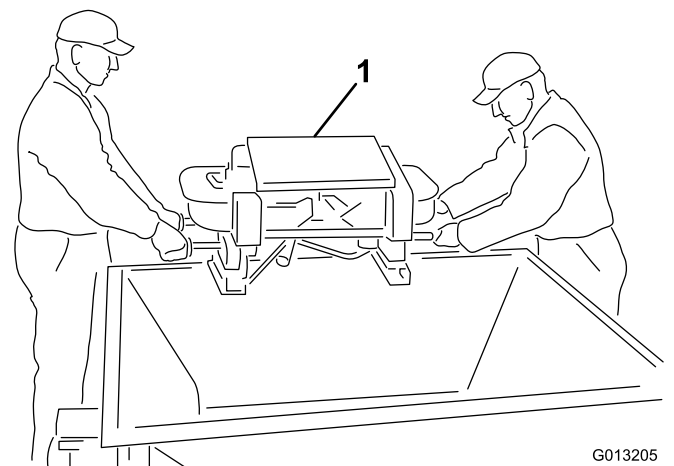

図 5
4. 次の作業は2人で行う。ツインスピナーの外側についている持ち上げ用ハンドルを持って、ツインスピナーをホッパーから外す。ツインスピナーを床に降ろす 図 5。